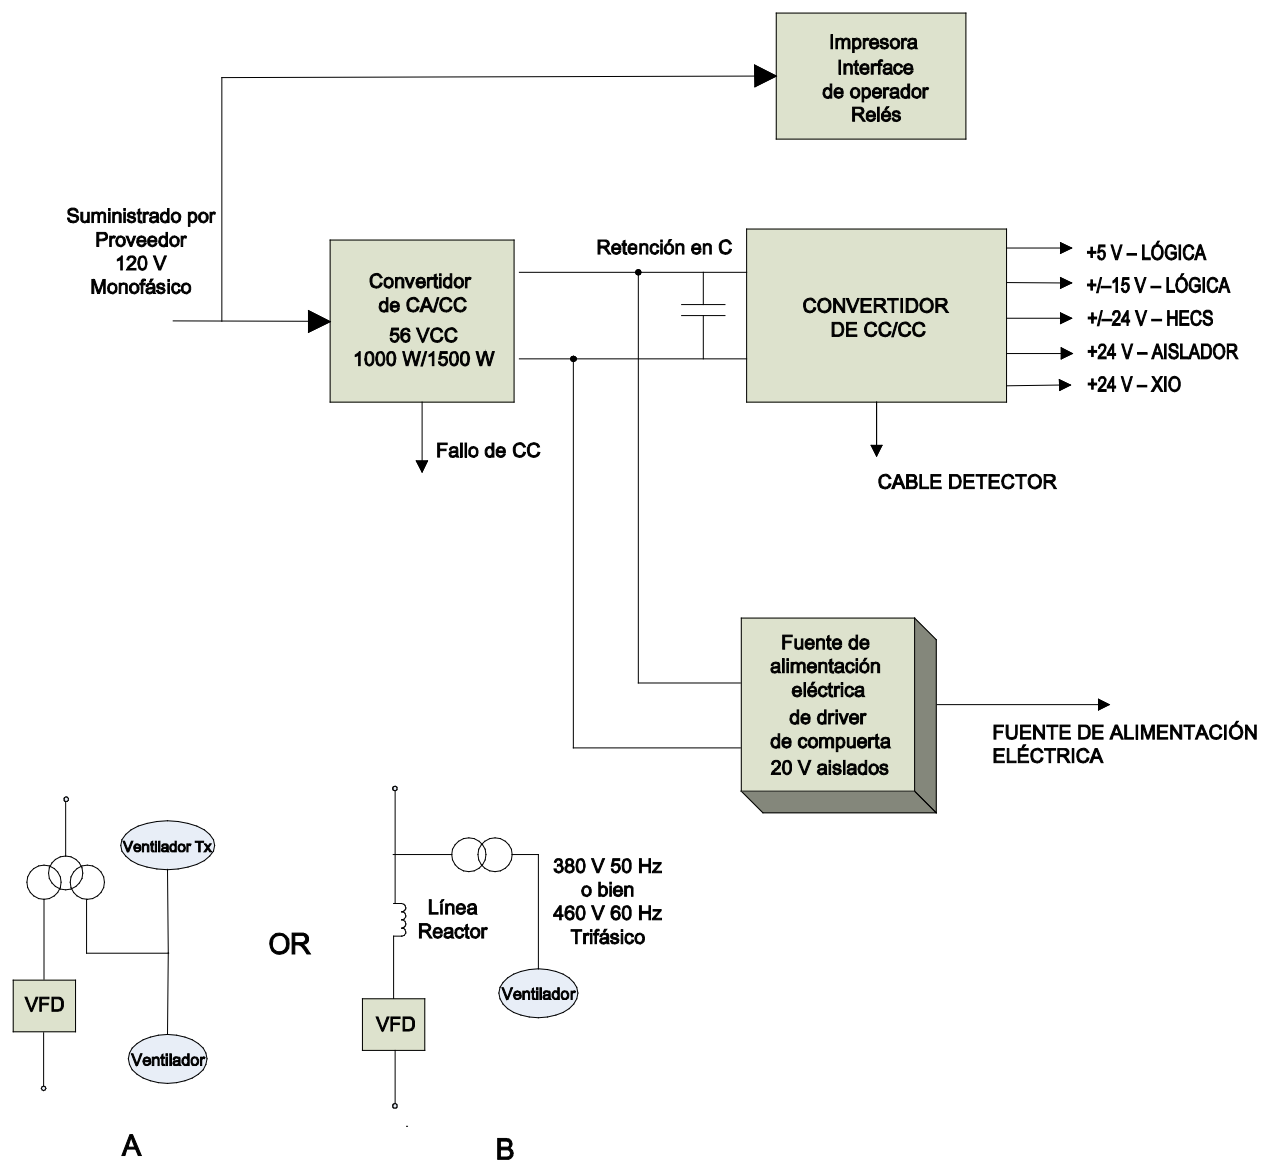

Figura 4.28 - Rectificador AFE con transformador de aislamiento separado (configuración núm. 2) o configuración núm. 1 sin arrancador de entrada integrado
2. Configuración núm. 1 (Direct-to-Drive) – consulte la Figura 4.28 (B)
– consulte la Figura 4.28 (A)
La Figura 4.28 ilustra la distribución de alimentación eléctrica de control para los variadores AFE con transformador/arrancador remoto (A) o reactor de línea integrado con arrancador remoto (B).